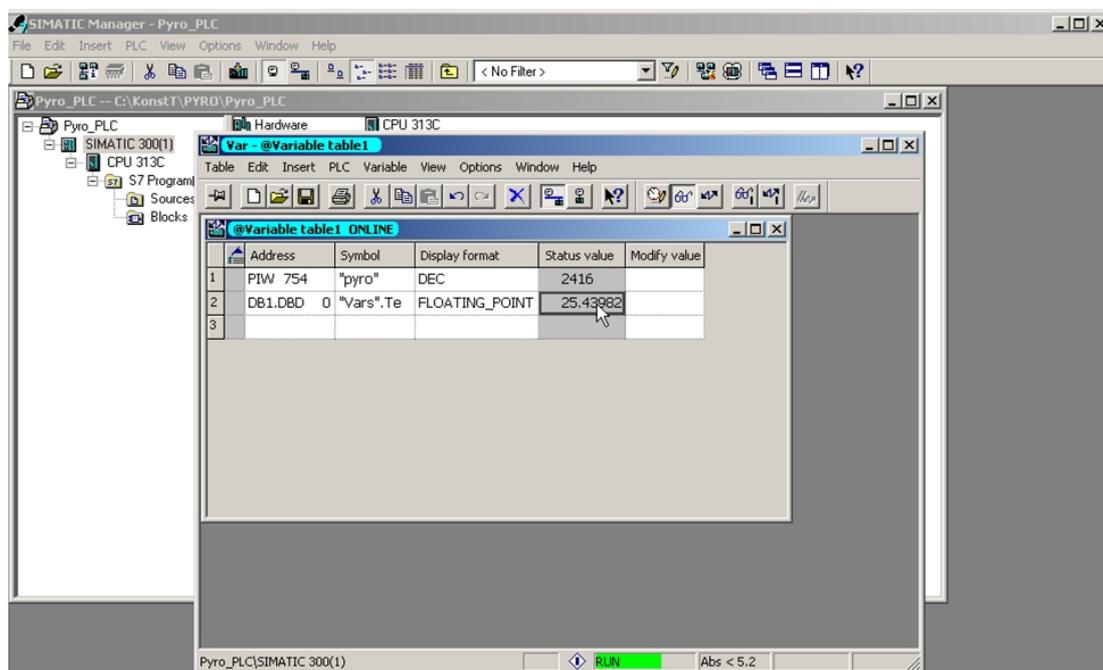

Рис. 14. Проверка работоспособности созданной программы
4. После создания проекта программы необходимо загрузить ее в контроллер (в редакторе SIMATIC Manager выбрать пункт PLC – Download или выбрать соответствующую иконку) и проверить работоспособность программы. Фотография экрана при проверке работоспособности программы приведена на рис. 14.